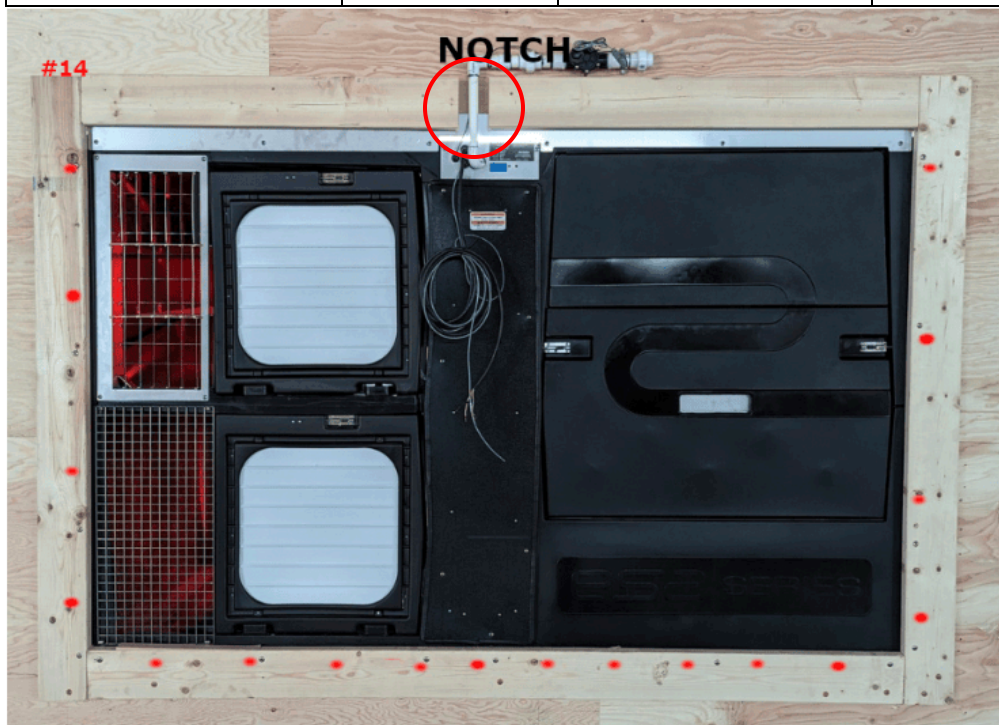

Figure 33 Positionnement des vis sur chaque côté du cadre
- Couper un espace, dans la partie supérieure du cadre (illustré par le cercle rouge de la Figure 33), pour permettre le passage des tuyaux d'eau et de l'électricité.